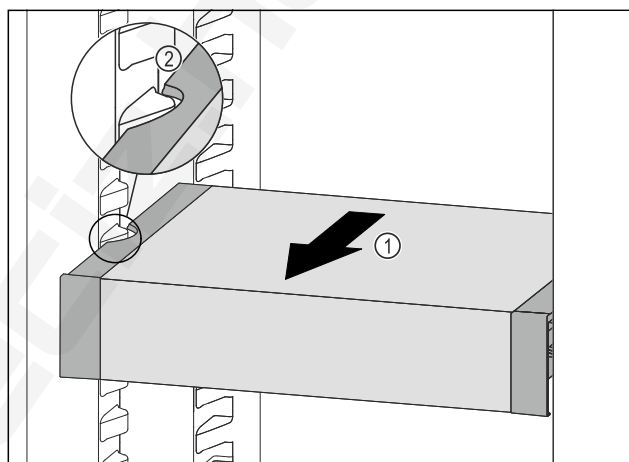

Fig. 87
- ▶ Húzza előrefelé a VarioSafe fiókot annyira Fig. 87 (1), hogy a VarioSafe oldalsó kivágásai a hűtőrészben a tartóborða magasságában legyenek. Fig. 87 (2)